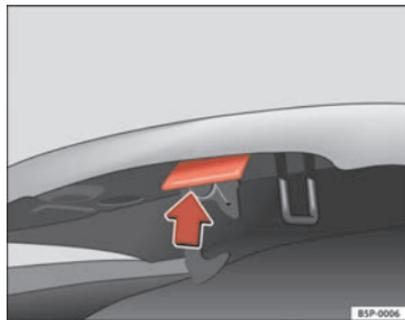

Fig. 165 Tirador de apertura por debajo del capó.
- Presione hacia arriba la palanca que hay debajo del capó ⇒ fig. 165. Al hacerlo, el gancho de sujeción queda desbloqueado.